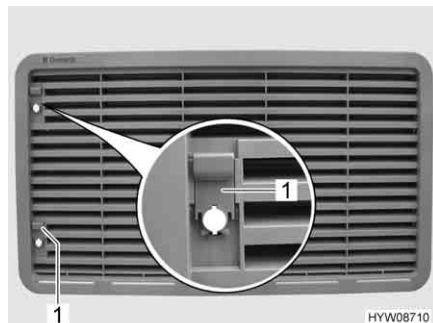

Fig. 155 Griglia di aerazione del frigorifero
- Spingere il cursore (Fig. 155,1) verso l'alto.